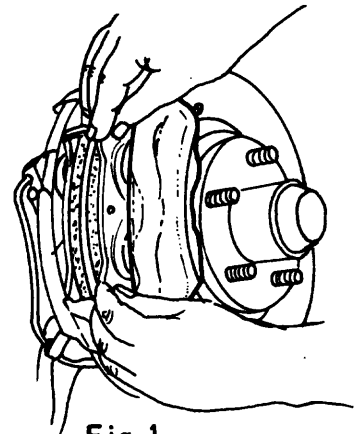

Fig. 1
- d Retire las placas de frenaje (fig. 1) y márquelas para identificarlas posteriormente.